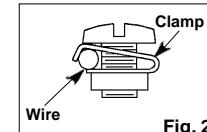

Fig. 2
d) Aflojar los tres tornillos de los bornes. Insertar los conductores a fondo (ver la fig. 2) en los bornes correspondientes como se indica en la Tabla 1.